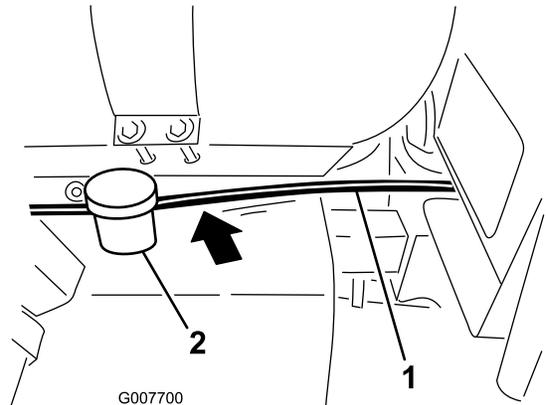

Figura 6
- Disponete i tubi di densità della schiuma da 4,9 m in avanti dalla staffa del serbatoio e del compressore (situata sotto il serbatoio delle sostanze chimiche e dietro il serbatoio del carburante) lungo il profilato del telaio della macchina e verso l'area sotto alla cassetta del sedile (Figura 6).